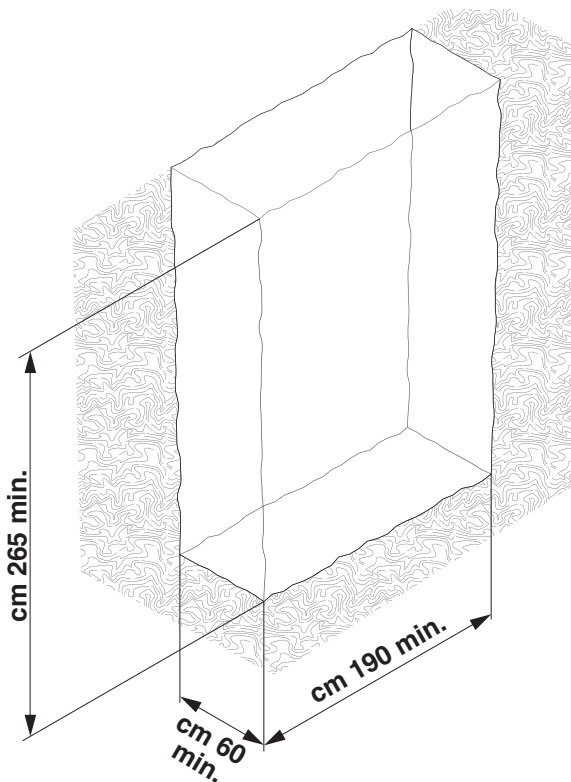

Fig. 3
- Perform excavation of the minimum required size as shown in **figure 3**.
- Eine Grube mit den Mindestmaßen gemäß Angaben in **Abbildung 3** vorbereiten.